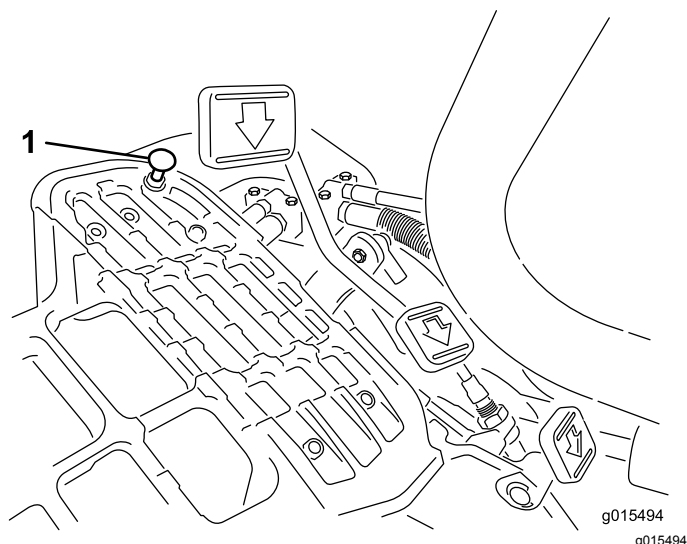

図 33
モードレバーを移動走行位置にセットし、ペダルを一杯に踏み込めば最高速度となります。ケーブルに張力が掛かる前にペダルがストップ 図 33 に当たる場合には調整が必要です。
1. モードレバーを移動走行位置にセットし、ペダルストップを固定しているロックナットをゆるめる 図 33。